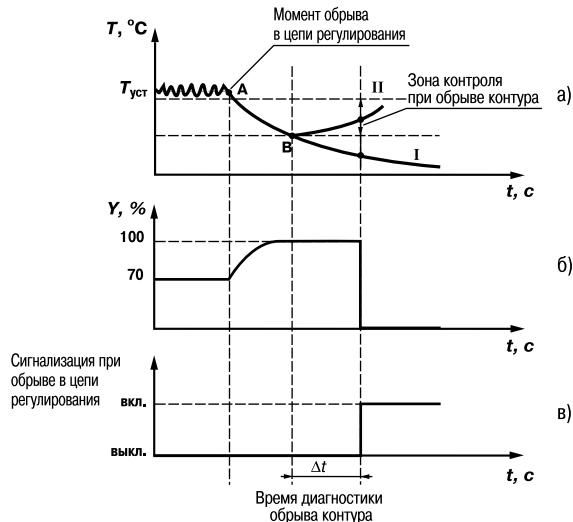

Рис. 13
3.2.8.3.3. Приведем пример срабатывания устройства диагностики обрыва контура (рис. 13).
В точке **A** нагреватель вышел из строя, и температура начинает уменьшаться (рис. 13, а). Регулятор увеличивает выходной сигнал (рис. 13, б), контролируя отклик системы. Поскольку температура продолжает уменьшаться, рассогласование растет, и значение Y достигает 100 %. В момент достижения $Y = 100$ % (точка **B**) прибор начинает отсчет «времени диагностики обрыва контура» Δt .
Если по истечении этого времени температура продолжает уменьшаться, сигнализация срабатывает (кривая I на рис. 13, а). Если температура стала расти, но за время Δt изменение температуры не превысило «ширину зоны диагностики обрыва контура»
(кривая II на рис. 13, а), сигнализация также срабатывает (рис. 13, в).